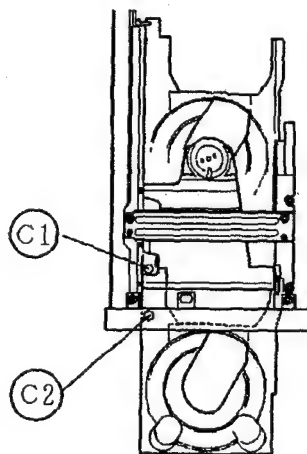

Figure 9
2. Déposer les vis C1 et C2 qui soutiennent le premier plateau (voir Figure 9).